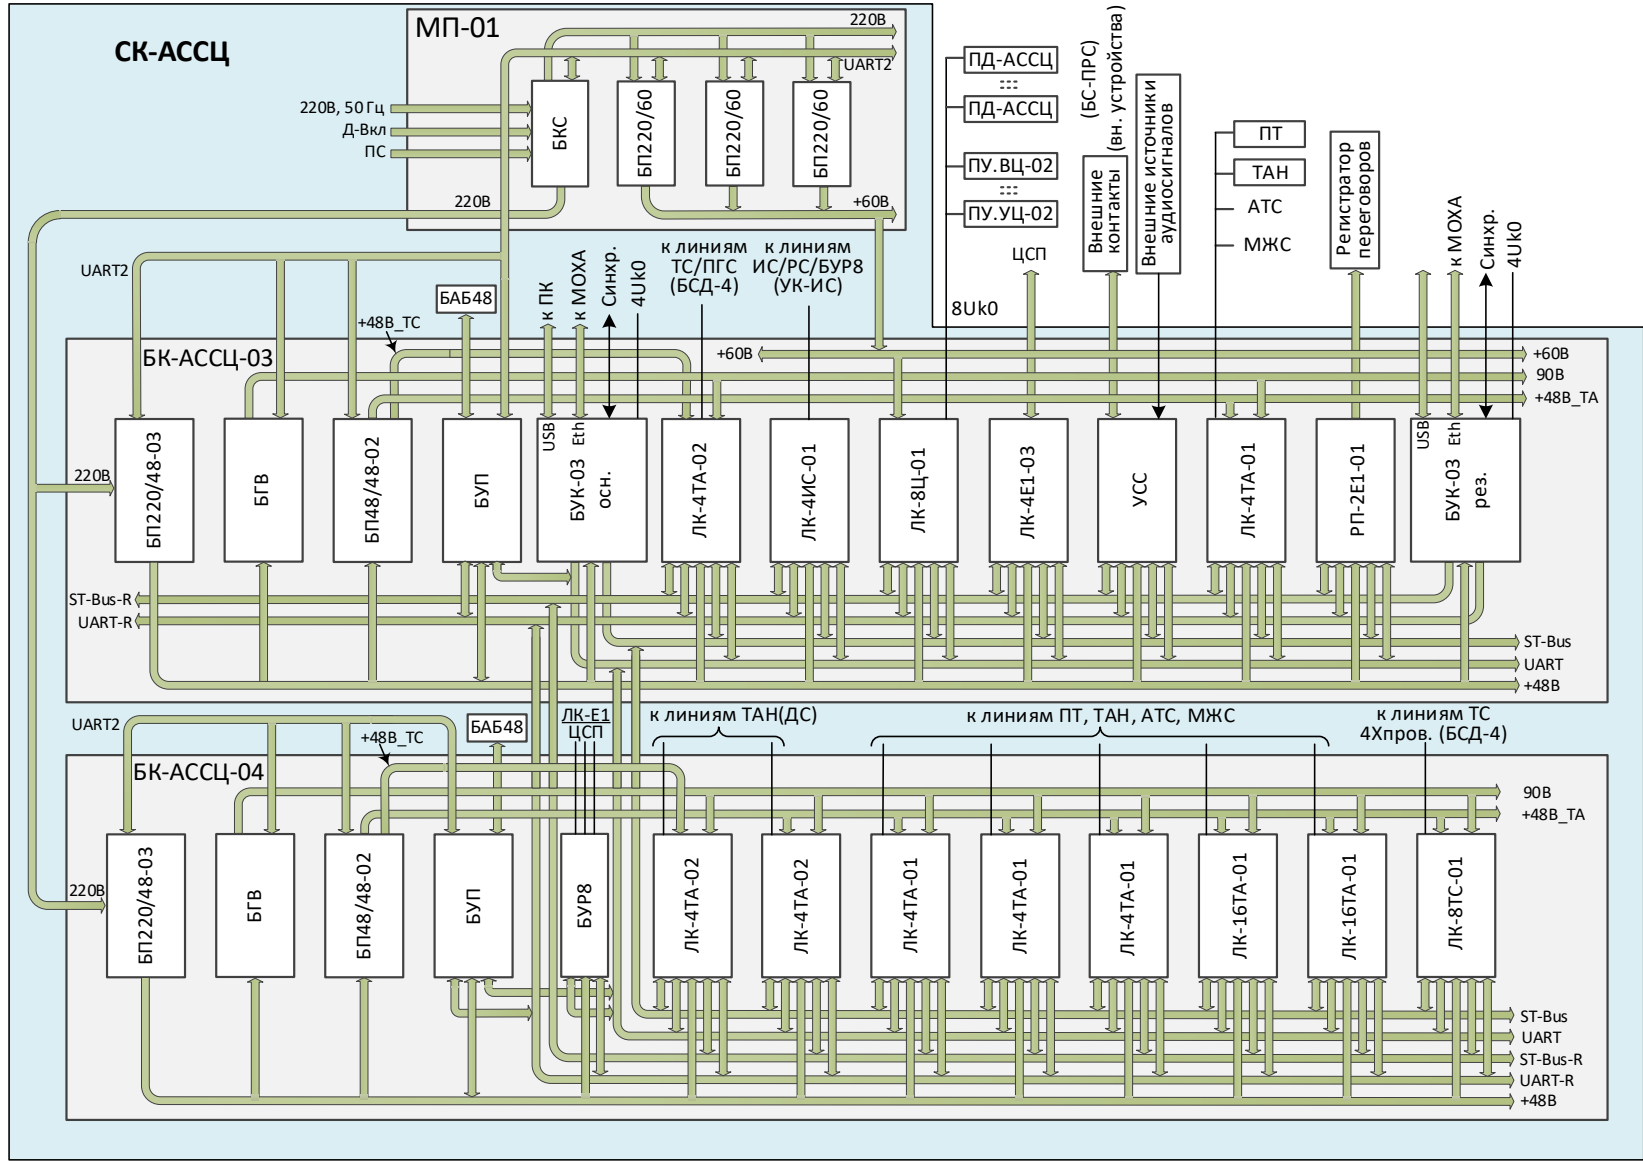

Рисунок 1
Для работы резервного ТЭЗ БУК-03 в БК-АССЦ-03(-04) имеются резервная шина UART и семь резервных ST-Bus (см. рисунок 1, UART-R и ST-Bus-R). Все ТЭЗ, установленные в БК-АССЦ-03(-04), автоматически подключаются к основным или резервным UART и ST-Bus в зависимости от статуса и работоспособности обоих ТЭЗ БУК-03.
– контроль работоспособности БАБ48, ТЭЗ БП220/48-03, ТЭЗ БП48/48-02, ТЭЗ БГВ (см. рисунок 1, UART2);
- контроль работоспособности ТЭЗ БП220/60 и блока БКС, входящих в МП-01 (см. рисунок 1, UART2);
Если в СК-АССЦ установлен МП-01, то дистанционное питание цифровых абонентских устройств обеспечивают ТЭЗ БП 220/60 (см. рисунок 1, «+60 В»). При пропадании напряжения 60 В ЛК-Ц автоматически подключает к линии связи напряжение 48 В от ТЭЗ БП-220/48-03.